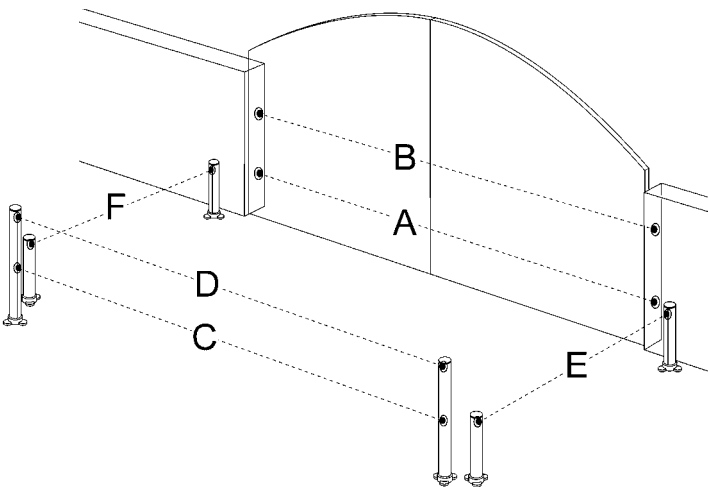
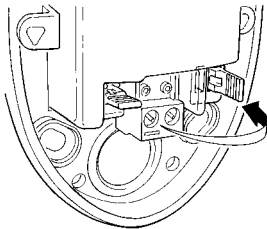

Abbildung 64
Abbildung 65
Weitere Photozellen neben den bereits serienmäßig mit WU2 mitgelieferten können jederzeit installiert werden. An einem Automatismus für zwei-teilige Tore können diese gemäß Abbildung 64 angebracht werden.
- 2 Die Installationsposition auf der Basis von Abbildung 64 ermitteln und die Überbrückung nach der entsprechenden Tabelle 11 ausführen. Nicht benutzte Überbrückungen müssen für zukünftigen Gebrauch in ihrem Abteil unterbracht werden (Abbildung 65).